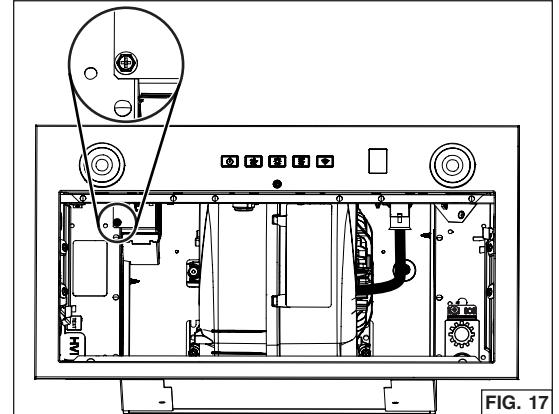

FIG. 17
5. Quitar y desechar el tornillo rodeado en la FIG. 17.